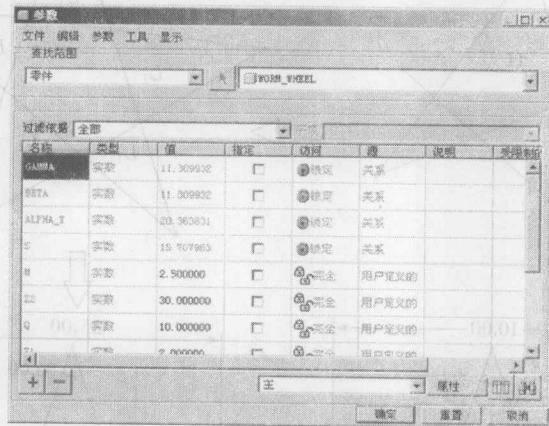
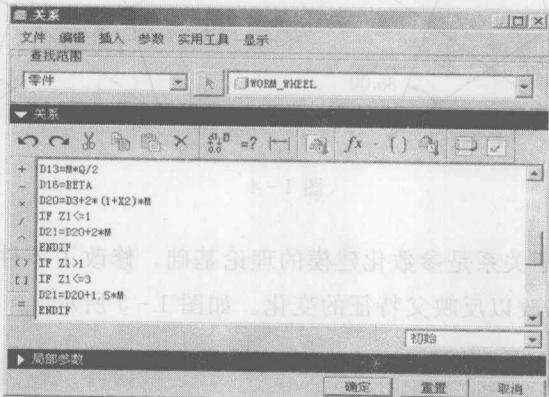
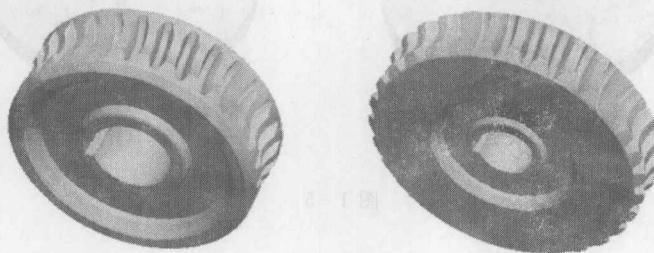

图 1-1
图 1-2
图 1-3
(1) 参数化设计 Pro/E 创建的模型特征以尺寸作为设计依据,如果修改某特征的尺寸值,不但影响本特征的形状而且还会直接影响模型中的其他相关特征的形状,从而更新整个零件,保持零件的完整性。如图 1-1、图 1-2、图 1-3 所示。